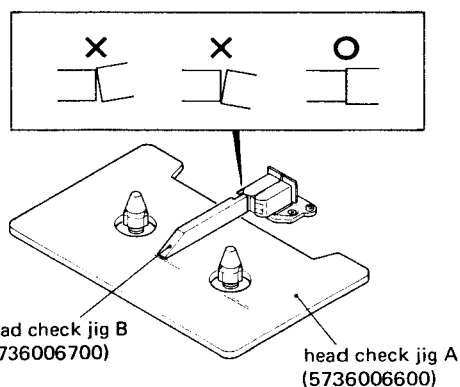

Fig. 4-5
2. Fit jig B on the tape guide of the record/playback head as shown in Fig. 4-5, then align the height with screw (A) as shown in Fig. 4-6.
3. Fit jig B to the head as shown in Fig. 4-5 to check its tilt and align it using screws (B) and (C) shown in Fig. 4-6. Then align the height again with screw (A).
5. Fit jig B to the tape guide of the left pinch roller and align the height with nut (E). (The standard height is above the tape guide.)
6. Play test tape MTT-902, and adjust nut (E) so that the lower edge of the tape guide of the record/playback head is in contact with the tape edge, but the tape is not curled.
3. Fig. 4-5 のように治具 B をヘッドに当ててチルトを確認し、Fig. 4-6 のネジ (B), (C) で調整した後、再度ネジ (A) で高さを調整する。
5. 左ピンチ・ローラのテープ・ガイドに治具 B を当て、ナット (E) で高さを調整する。(高さの基準はテープ・ガイドの上側とする)。
6. テスト・テープ MTT-902 を走行させ、録・再ヘッドのテープガイドの下側がカールしない程度に当たるようナット (E) を調整する。